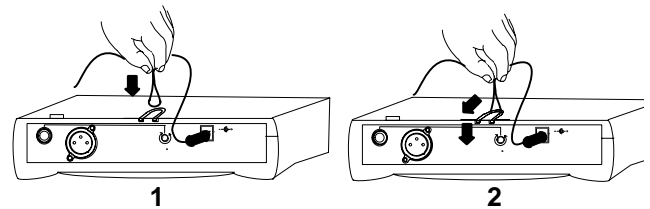

FIGURA 7. RETENEDOR DEL CABLE DE ALIMENTACION DE T4N
1. Enchufe un extremo del adaptador de CA al conector DC INPUT en la parte trasera del receptor. **T4N:** Enrolle el cable de alimentación alrededor del retenedor de cable ubicado en la parte inferior del receptor. Vea la Figura 7. Enchufe el otro extremo a una fuente de alimentación de CA (use el adaptador PS20 para corriente de 105–125 VCA y 60 Hz, y el PS20E o PS20UK para corriente de 230 VCA y 50 Hz). La luz verde POWER del receptor se iluminará.